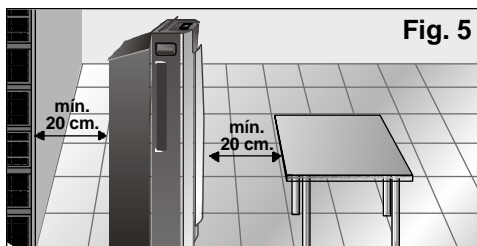

Fig. 5
- Per sicurezza, prima di collegare il vostro apparecchio è necessario che sia lontano almeno 20 cm da qualsiasi superficie vicina, **Fig. 5**.